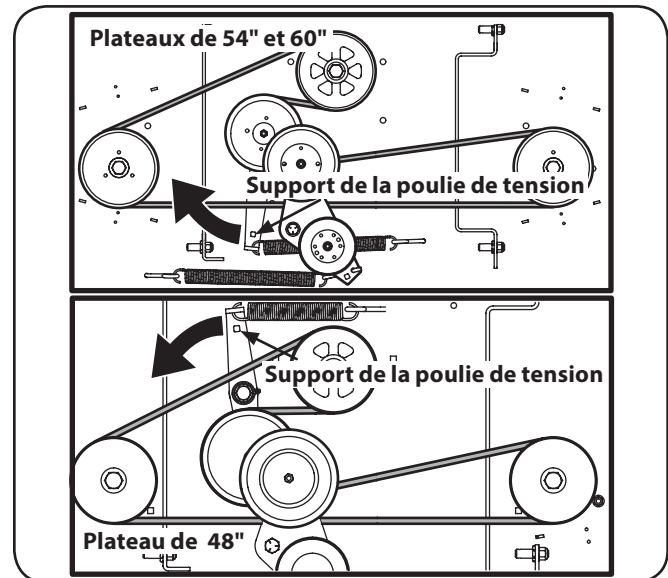

Figure 7-7
5. À l'aide d'un bras de force de 1/2", insérez l'extrémité mâle dans l'ouverture carrée de 1/2" de l'ensemble de la poulie de tension et faites pivoter la poulie dans le sens horaire sur un plateau de coupe de 60" ou de 54" et dans le sens anti-horaire sur un plateau de coupe de 48". Voir Figure 7-7. Pendant que vous retenez la poulie de tension, desserrez la courroie du plateau de coupe et faites glisser la courroie hors de la poulie.
6. Installez la courroie neuve comme indiqué à la Figure 7-7. Installez ensuite le plateau de coupe et la courroie de la prise de force selon les instructions de la page 35.